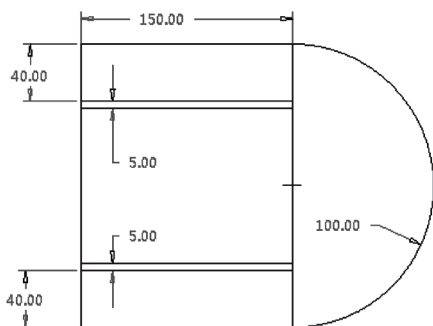

图 4-39 打开模型文件
STEP 01 单击快速访问工具栏中的“打开”按钮，打开模型文件，如图4-39所示。